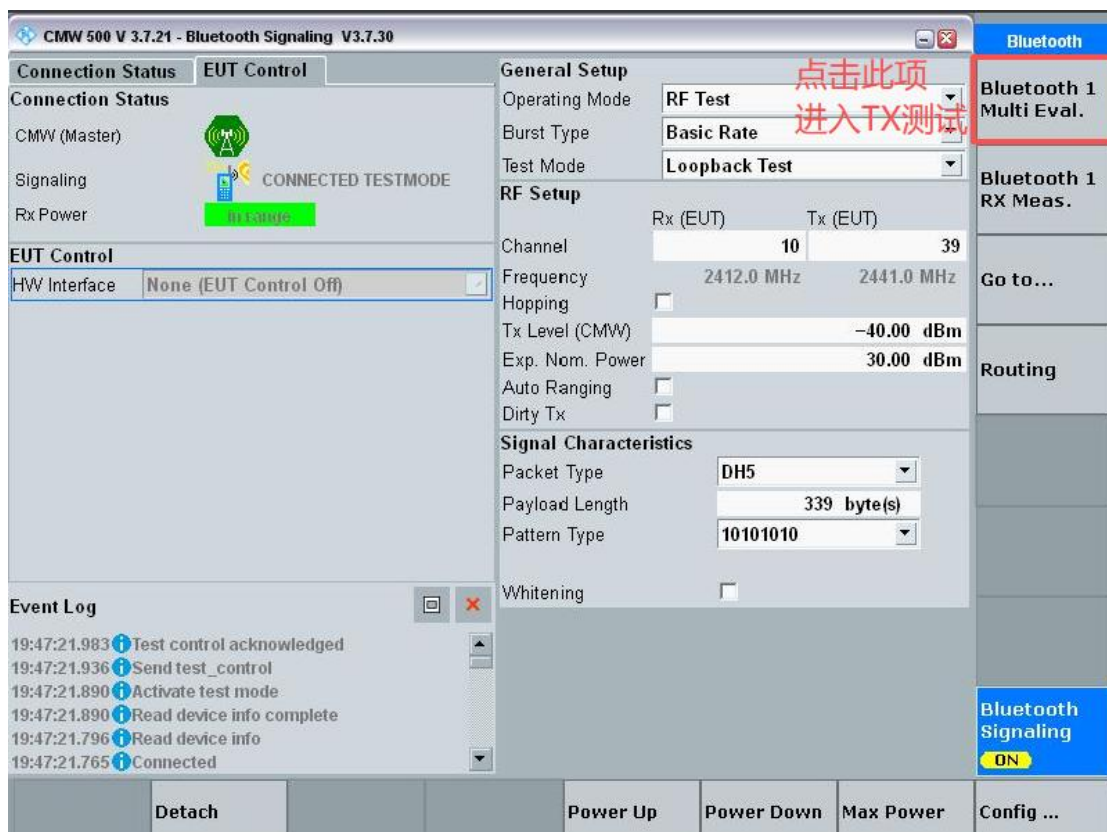

图 4-1
- 1) DUT 和综测仪完成连接后，在 Bluetooth signaling 界面点击【Bluetooth 1 Multi Eval.】如图 4-1，